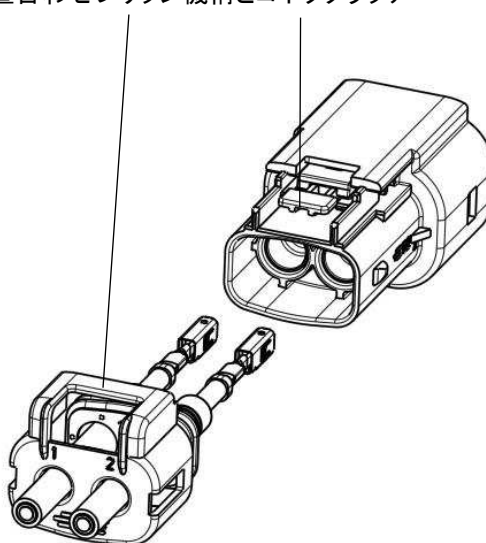

Fig.18
- 5.10. ケーブルシールリテーナ上のブリッジ機構がコネクタラッチと一直線上になるように位置を合わせます。(Fig.18 参照)